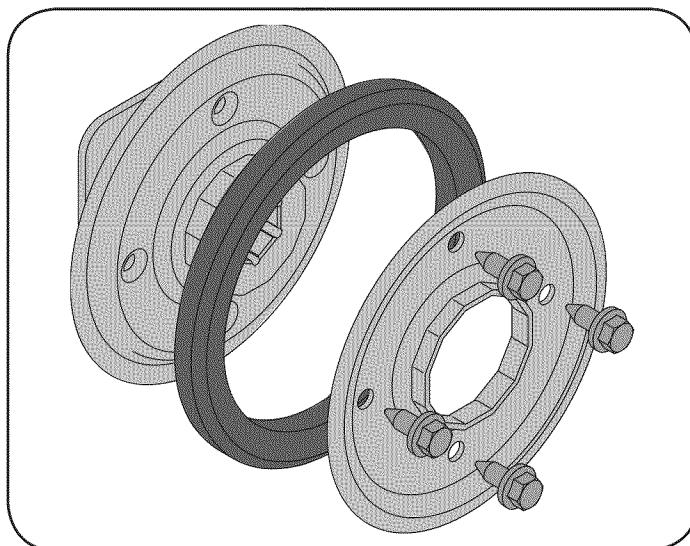

Figura 31
1. Saque los cuatro tornillos que mantienen unidas las placas laterales de la rueda de fricción. Vea la figura 31.